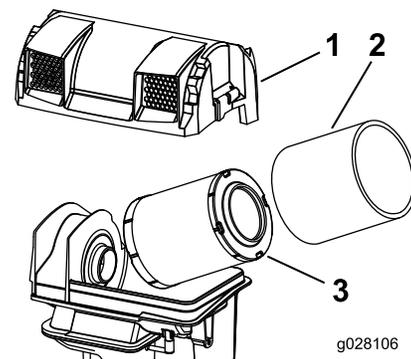

Figura 45
6. Abra los cierres del limpiador de aire y tire de la tapa de la entrada de aire para separarla del cuerpo del limpiador de aire (Figura 45).
8. Extraiga con cuidado el filtro primario de la carcasa del limpiador de aire (Figura 45).
2. Si va a cambiar el filtro interno, deslícelo cuidadosamente en el cuerpo del filtro (Figura 45).
3. Deslice cuidadosamente el filtro primario por encima del filtro de seguridad (Figura 45).
4. Instale la tapa del limpiador de aire y fije los cierres (Figura 45).